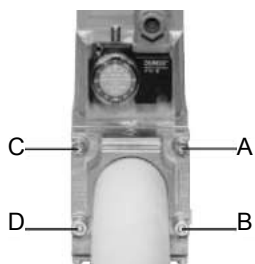

Fig. 9
1. Aflojar los tornillos A y B, no destornillarlos (Fig. 9 Fig. 9 y Fig. 10 Fig. 10).
2. Desatornillar los tornillos C y D (Fig. 9 Fig. 9 y Fig. 10 Fig. 10).